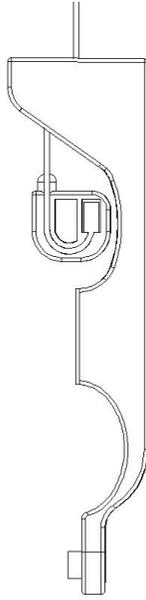
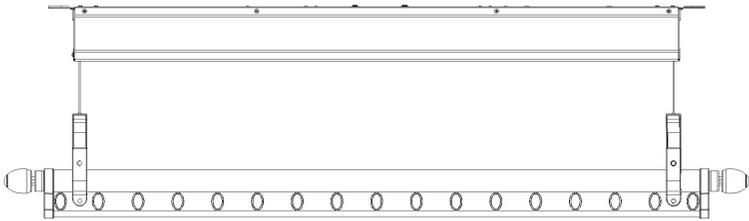

图 6
图 7
7、安装衣杆：将钢丝绳穿过左吊球的孔，再装进钢丝绳卡扣中，再将钢丝绳卡扣卡进左吊球的孔中（如图 6 所示）。将衣杆放置在吊球中，使二条钢丝绳垂直于地，然后吊球的另一半对齐吊球，拧紧螺丝，使衣杆固定（如图 7 所示）。